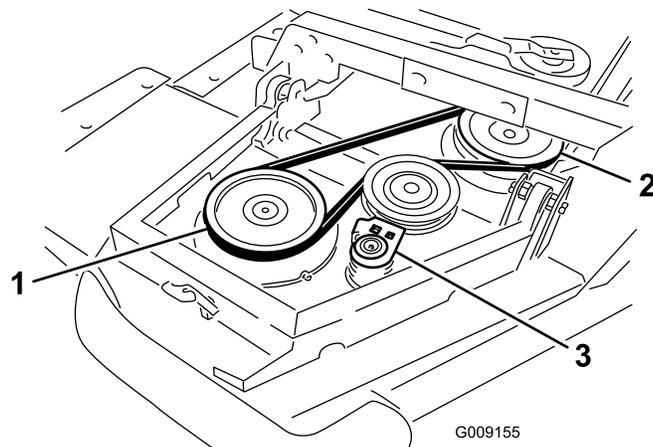

図 5
A. まず、ウイングレットのスピンドルプーリから前デッキのスピンドルプーリにベルトを掛ける 図 5。
B. ラチェットレンチのようなものを使って、アイドラプーリをプーリから引き離す 図 5。